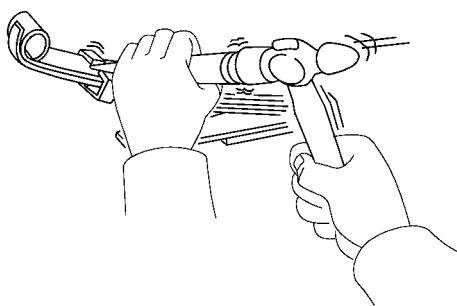
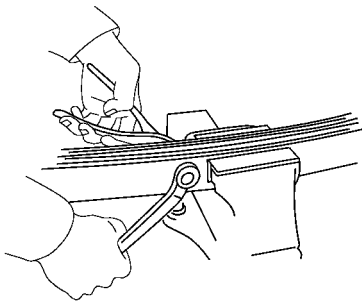

图 14-186 撬开弹簧夹扣
图 14-187 拆下中央螺栓
(1) 撬开弹簧夹扣。使用撬子撬开弹簧夹扣，如图 14-186 所示。
(2) 拆下缓冲器。
(3) 拆下中央螺栓，将靠近中央螺栓的钢板弹簧固定在台虎钳上，拆下中央螺栓，如图 14-187 所示。